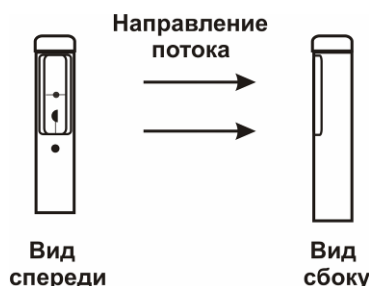

Рисунок 4.1 Установка зонда в потоке
- 4.4 Снять защитный силиконовый колпачок с зонда, раздвинуть телескопическую трубку и установить зонд в место измерения так, чтобы точка на головке зонда была направлена навстречу воздушному потоку, рисунок 4.1.